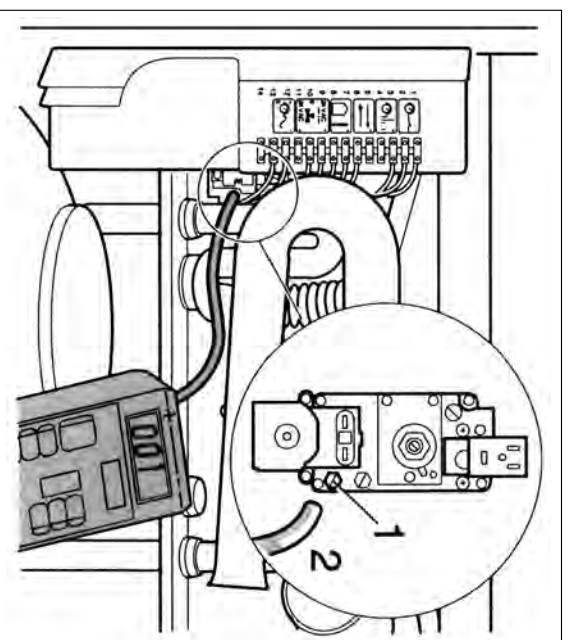

Fig. 28 - Valvola del gas SIT
- Valvola del gas SIT (Fig. 28).